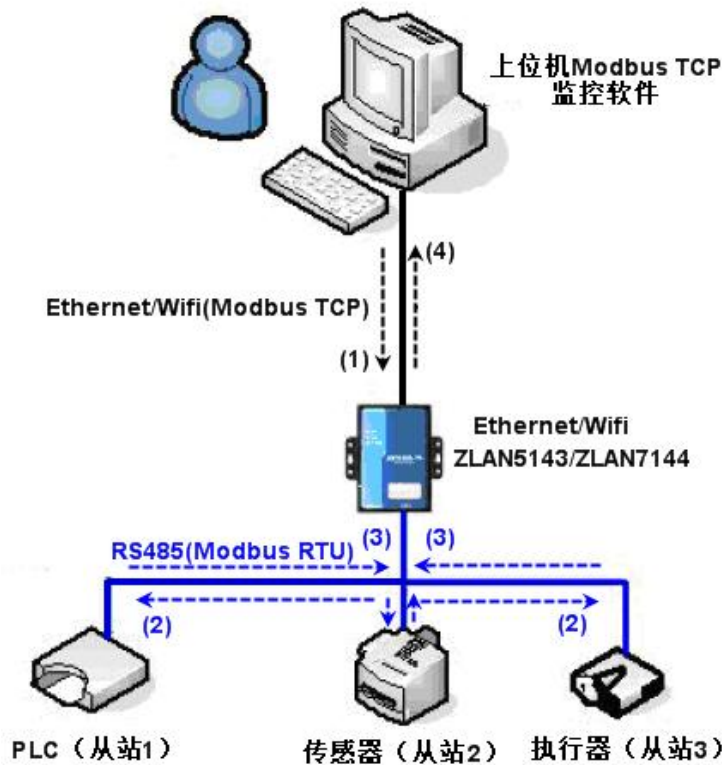

图 42 存储型 Modbus 网关工作方式
如图 42 所示：普通的 Modbus TCP 数据流方向为 (1)  $\rightarrow$  (2)  $\rightarrow$  (3)  $\rightarrow$  (4)。即先将 Modbus TCP 指令转化为 Modbus RTU 的对应指令，然后设备应答 Modbus RTU 指令给 Modbus 网关，然后 Modbus 网关再次转化为 Modbus TCP 发送给监控上位机。